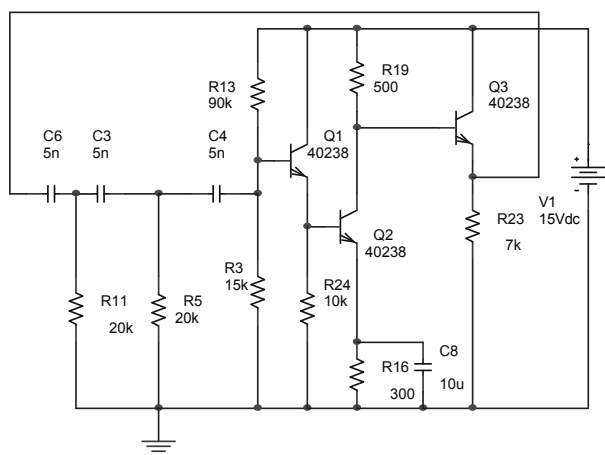

Рис.10
3. Набрать принципиальную схему рис. 10.